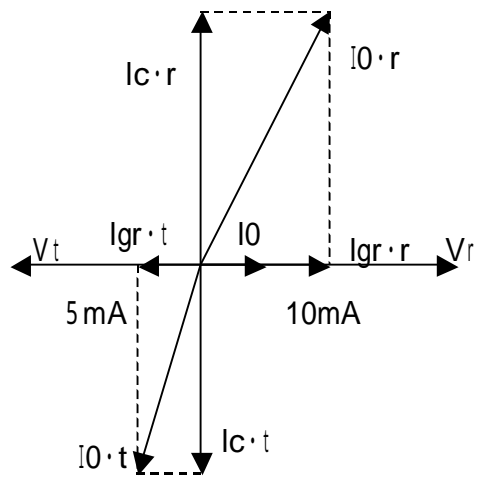

图2:单相3线式 -
1. 測定図2のように結線します。
ベクトル図で表示すると図2のようになります。